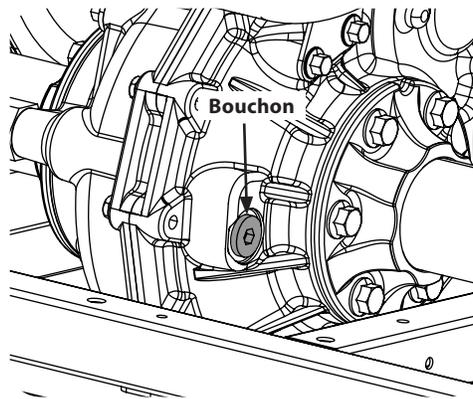

Figure 4-6
- Retirez le bouchon de l'orifice de remplissage. Voir Figure 4-6.
- Remplacez le bouchon sur l'orifice de remplissage. Voir Figure 4-6.